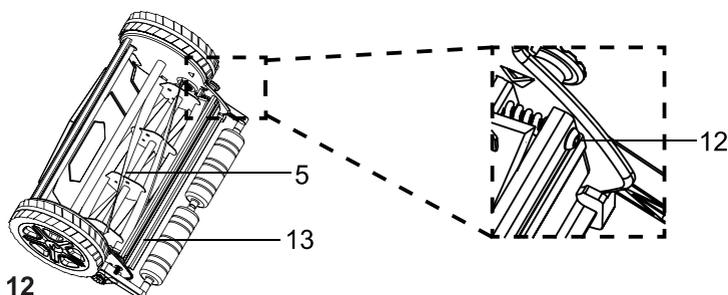

Рис. 12
1. На боковых сторонах устройства находятся два регулируемых болта (12), с помощью которых можно настроить расстояние между режущим барабаном (5) и неподвижным ножом (13) (Рис. 12). Затяните или ослабьте их при помощи шестигранного ключа.